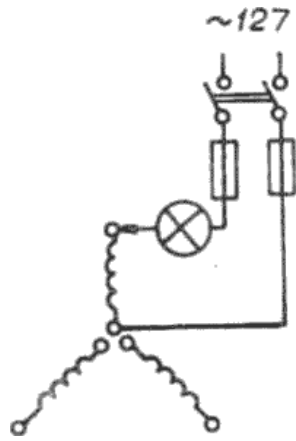

Рисунок 6. Визначення кінців обмоток асинхронного двигуна контрольною лампою.
3.3. за допомогою контрольної лампи визначити парні виводи обмоток двигуна (рис. 6). На обидва вивода кожної фази обмотки повісити бірки з надписами 1-1, 2-2, 3-3, приймаючи умовно за першу, другу та третю фази усякі два вивода.